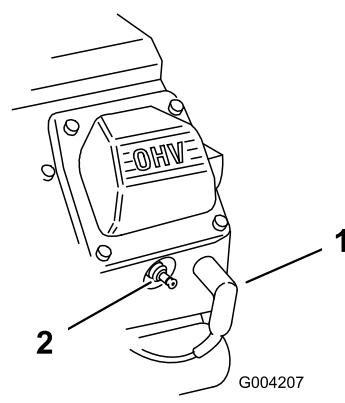

Figura 40
- Desconecte los cables de las bujías (Figura 40).
3. Conecte los cables a las bujías (Figura 40).